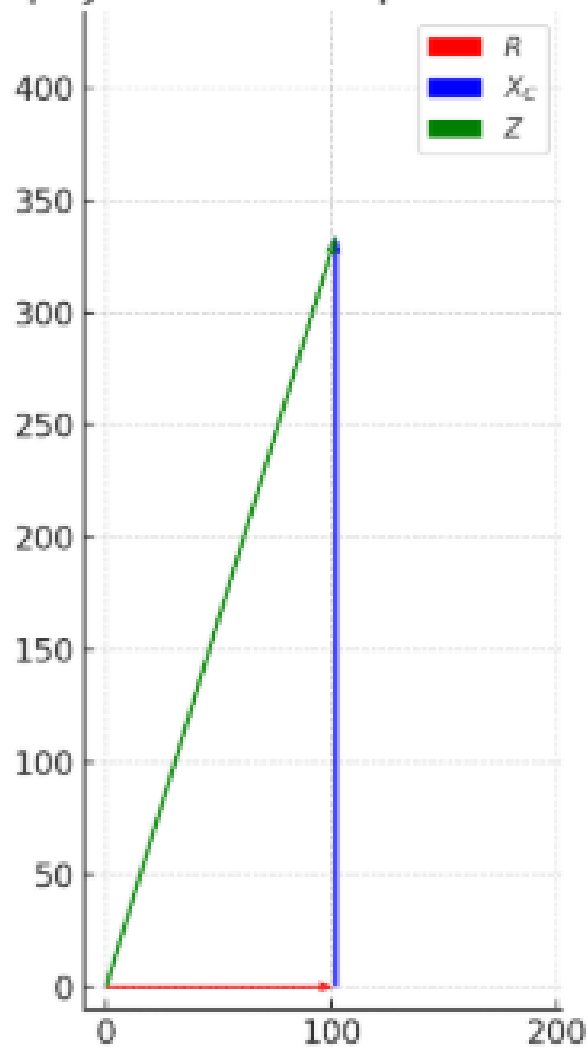

Рис. 7: Треугольник сопротивлений RC-цепи
- Треугольника сопротивлений: Z , R , X_C (рис. 7)